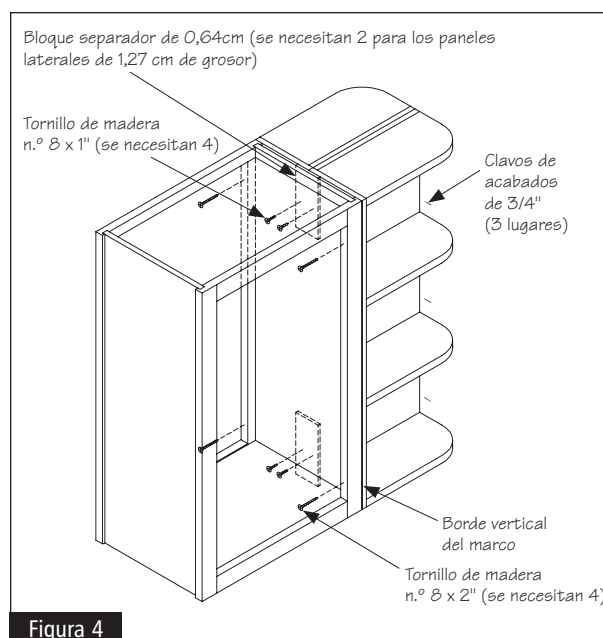

Figura 4
- 2** Use una broca para taladro de 3/32" de diámetro para avellanar dos orificios guía a través de cada bloque separador (sólo para los paneles laterales de 1,27 cm de grosor) y panel lateral del gabinete adyacente. Ubique los orificios guía aproximadamente en el centro de los bloques separadores (sólo para los paneles laterales de 1,27 cm de grosor). Vea la figura 4.
- 3** Usando una broca de 5/32" de diámetro, perfore y avellane dos agujeros guía a través de la parte posterior y frontal de los bordes verticales del marco del gabinete en península adyacente. Debe centrar los agujeros en el borde interior de del borde vertical del marco del frente hacia atrás, además de que debe haber de dos a tres pulgadas de distancia entre su parte inferior y su parte superior. Vea la figura 4.
- 4** Junte y fije los SEWs con tres clavos de acabados de 3/4". Coloque las unidades SEW en el lugar deseado. Le recomendamos usar abrazaderas de madera para fijar la unidad en el lugar deseado hasta que la asegure. Fije las unidades con cuatro tornillos de madera n.º 8 x 1" a través de los agujeros guía que perforó en los espaciadores en el paso 2; luego ponga los cuatro tornillos de madera n.º 8 x 2" a través de los agujeros guía que perforó en el borde vertical del marco en el paso 3. Vea la figura 4.